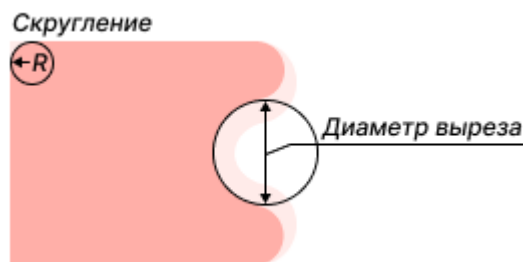

Рис. 158 Скругление углов апертуры
- Диаметр выреза – значение может быть задано в диапазоне 0 – 50 мм с шагом 0,1 мм. При указании значения диаметра выреза > 0 из прямоугольника с заданными шириной и высотой вырезается окружность с указанным диаметром. Значение диаметра выреза не может быть больше, чем половина значения высоты апертуры (Диаметр выреза ≤ 1/2 Высота), см. Рис. 158.